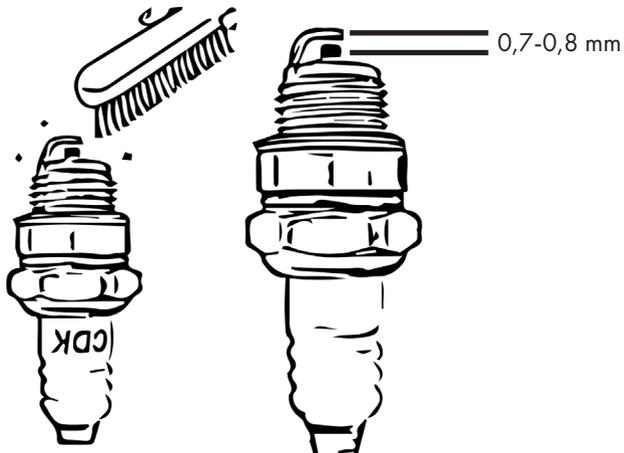

Abbildung 33
- Stellen Sie den Elektrodenabstand mit einem Sollwert von 0,7-0,8 mm ein. Siehe Abb. 33.